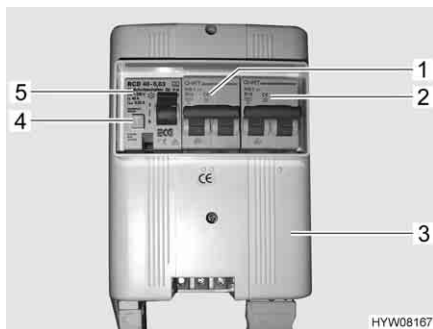

Fig. 120 Scatola dei fusibili a 230 V con interruttore di sicurezza e interruttore automatico FI
Un interruttore di sicurezza per correnti di guasto (interruttore automatico FI) (Fig. 120,5) nella scatola dei fusibili (Fig. 120,3) protegge l'intero veicolo da correnti di guasto (0,03 A).
L'interruttore di sicurezza collegato in serie (10 A) (Fig. 120,1) protegge le prese da 230 V, la centralina elettrica, il caricabatteria supplementare e il frigorifero.
Per veicoli con accessori opzionali, p. es. il riscaldamento ad aria calda con riscaldatore elettrico a immersione o l'impianto di climatizzazione a tetto, un ulteriore interruttore di sicurezza (16 A) (Fig. 120,2) protegge l'apparecchio.
- Se il veicolo è collegato all'alimentazione a 230 V, premere il tasto di controllo (Fig. 120,4). L'interruttore di sicurezza per correnti di guasto (FI) deve scattare.